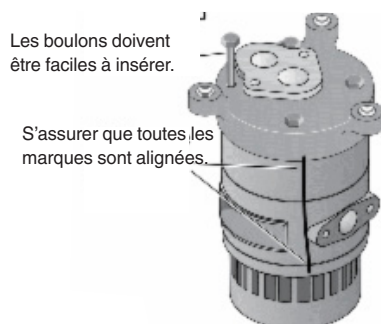

Figure 24
12. Insérez les quatre vis d'assemblage de la base et serrez-les uniformément (voir la figure 24). Elles devraient être faciles à installer si tout est bien aligné. Si ce n'est pas le cas, ne les forcez pas; repassez en revue votre travail pour trouver et corriger le désalignement.